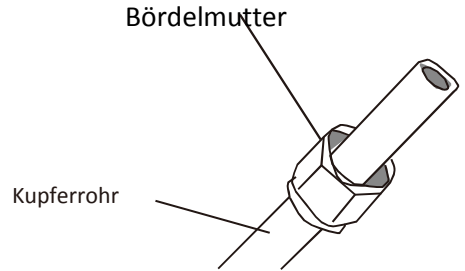

Abb. 5.3
3. Setzen Sie Bördelmuttern auf beide Rohrenden auf. Achten Sie dabei auf die richtige Richtung, weil Sie sie nach dem Aufweiten nicht mehr aufsetzen oder die Richtung ändern können. siehe **Abb. 5.3**.